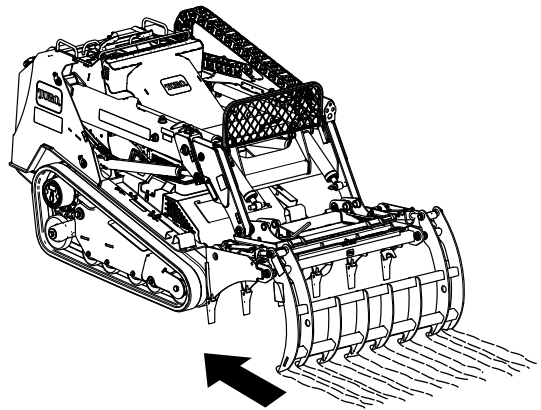

Figure 5
2. Faites reculer la machine. Pour ratisser des morceaux de bois en vrac et autres débris, que vous pouvez alors saisir avec les mâchoires, placez les dents au sol. Pour creuser des sillons dans la terre et briser les mottes, enfoncez les dents dans le sol (Figure 5).